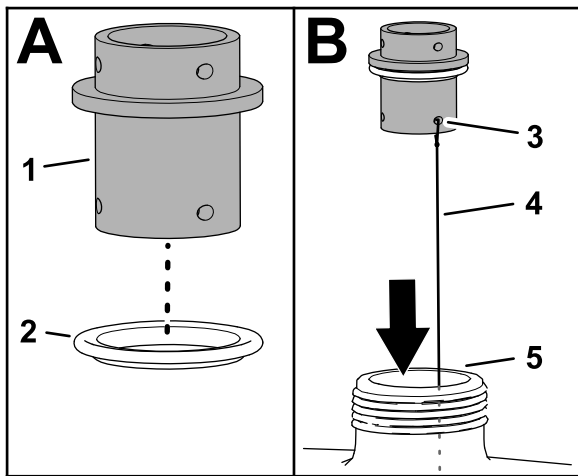
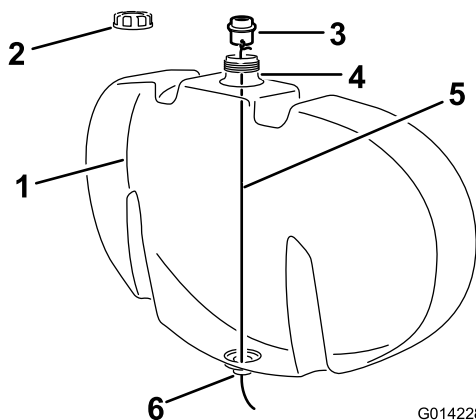

Bild 5
Bild 6
- A. Setzen Sie eine durchsichtige Dichtung auf das Schottanschlussstück, wie in **Bild 5** abgebildet.
- B. Befestigen Sie einen ca. 122 cm langen Draht durch eines der Haltegabel-Löcher im Schottanschlussstück, wie in **Bild 5** abgebildet.
- C. Nehmen Sie den Deckel vom Spülbehälter (falls nicht vorhanden) ab (**Bild 6**).
- D. Führen Sie den Draht durch die Öffnung im Behälterfüllloch und verlegen ihn durch das offene Loch unten am Behälter (**Bild 5** und **Bild 6**).